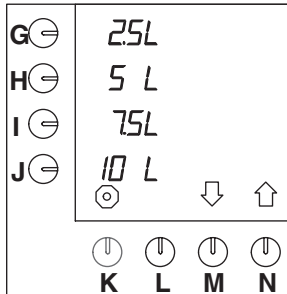

Fig. 33 Standaard voorkeuzetoetsen
Het apparaat staat standaard op de eenheid L (= liters) ingesteld. Deze eenheid kan gewijzigd worden. (Deze eenheid staat standaard in het display bij de voorkeuzetoetsen (fig. 33)).
- Druk op selectietoets (N.)↑ tot fig. 33 in het display verschijnt.